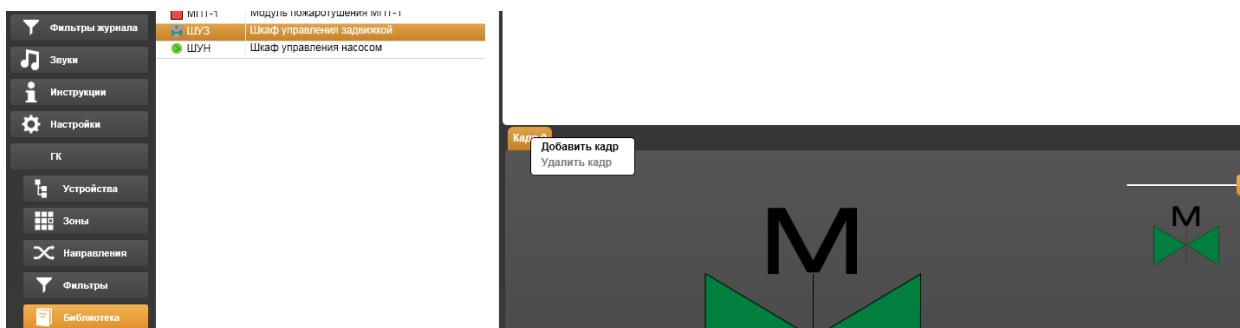

Рисунок 14.14.49 – Добавление кадра анимации
– **Импорт из .svg** открыть окно ОС Windows, найти файл с рисунками и, щелкнув на кнопке **Открыть** переместить выбранный рисунок в рабочую область. Далее, поместив указатель на закладку **Кадр 0** и щелкнув вспомогательной клавишей, выбрать из открывшегося контекстного меню функцию **Добавить кадр** (Рисунок 14.14.49), появится новое поле под закладкой **Кадр 1**. Во вновь созданное поле следует поместить следующий рисунок способом, описанным выше.